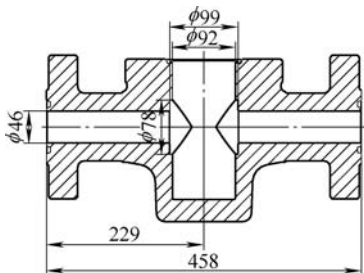

图1 阀体尺寸
(1) 小口径阀门阀体的具体尺寸。如图1所示，这是一个符合API 6A设计要求的阀体，其中两法兰面端距、孔的大小在API 6A